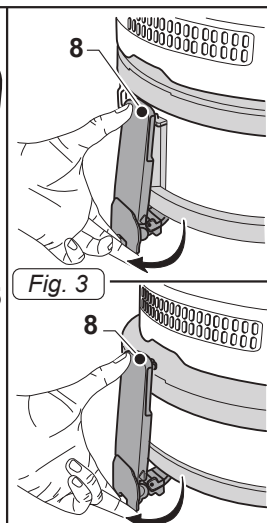

Fig. 3
- Sganciare le leve (8 Fig. 3) e rimuovere il coperchio (9 Fig. 4) completo di gruppo motore ed il portagalleggiante (46 Fig. 4).
- Rimontare il portagalleggiante (46 Fig. 35), con la freccia "FRONT" allineata alla parte anteriore della macchina (58 Fig. 35); rimontare anche il coperchio (9 Fig. 35) e bloccarlo tramite le leve (8 Fig.3).